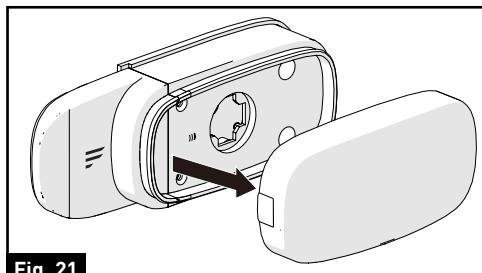

Fig. 21
2. Retirez le couvercle de la lentille en grattant la fente sur le côté du feu de signalisation.(Fig. 21)